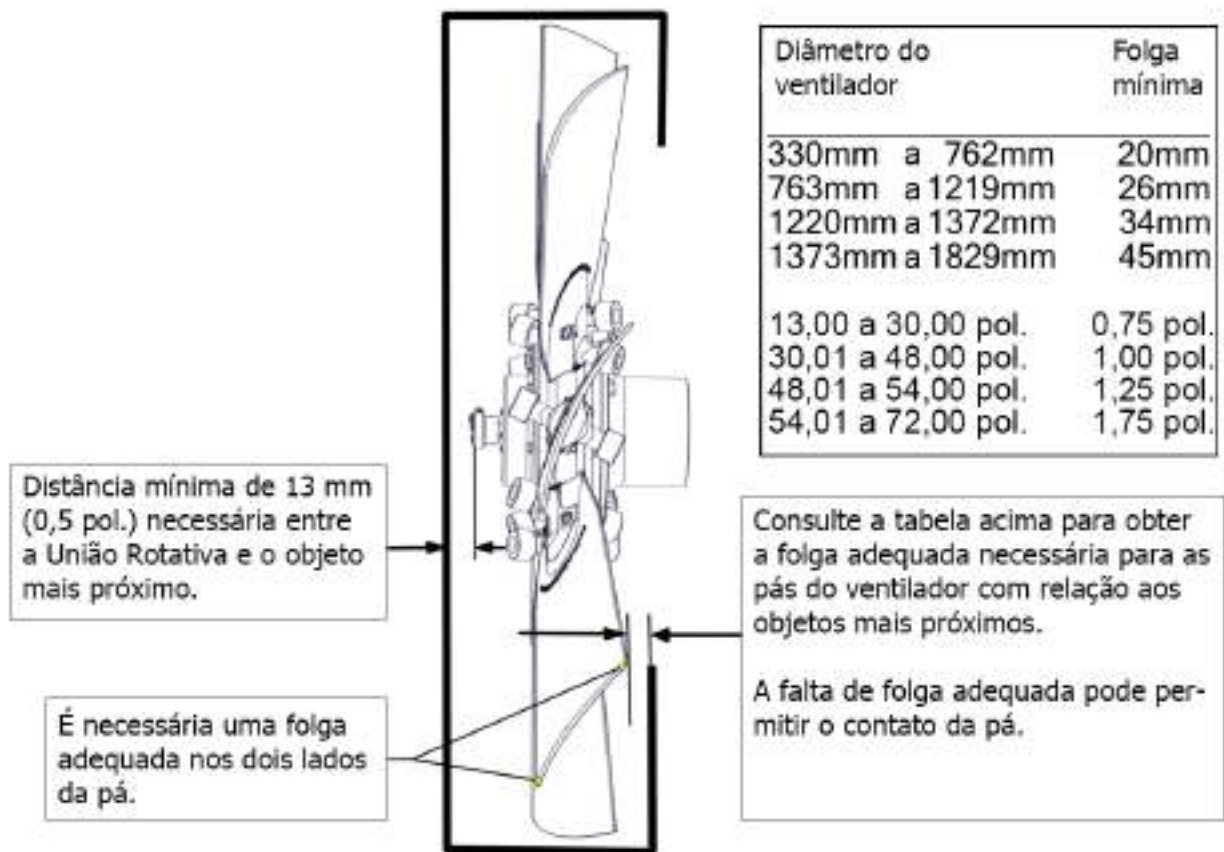

Figura 10
5. Verifique se você tem a folga correta na borda da pá. Consulte a Figura 10 na próxima página ou uma lista de folgas mínimas com base no diâmetro do ventilador.
ALERTA: Verifique se você tem a folga mínima entre a união rotativa e a obstrução mais próxima, conforme a Figura 10 nas páginas 4-5.